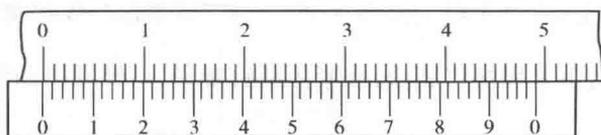

图 1-6 游标卡尺测量精度原理图
(1) 游标卡尺的刻线原理:如图 1-6 所示,主尺每小格 1mm,当两爪合并时,游标上的 50 格刚好等于主尺上的 49mm,则游标每格间距 = $49 \div 50 = 0.98\text{mm}$ 。主尺每格间距与游标每格间距相差 = $1 - 0.98 = 0.02\text{mm}$,0.02mm 即为此种游标卡尺的测量精度。游标卡尺的测量精度有 0.1、0.05、0.02mm 三种。现以测量精度为 0.02mm 游标卡尺阐述读数方法。